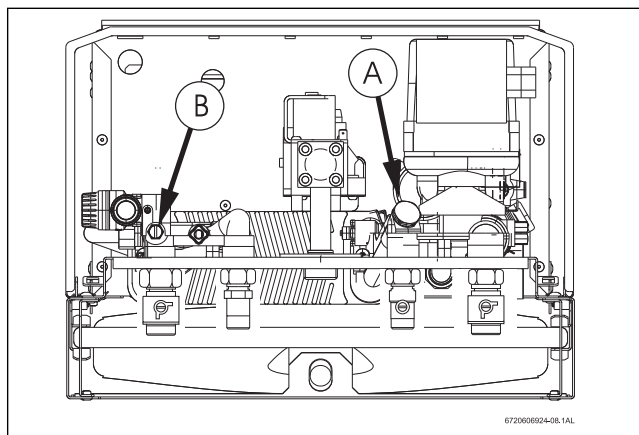

Fig. 30
- ▶ Desapertar o tampão (Fig. 30 , Pos. A)
- ▶ Desparafusar o parafuso de purga (Fig. 30 , Pos. B).